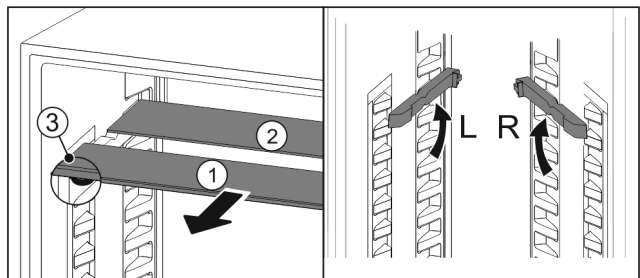

Fig. 173
- ▶ Посуньте Fig. 173 (1) скляну панель вперед.
- ▶ Скляна панель Fig. 173 (1) з декоративною планкою лежить спереду.
- ▶ Стопори Fig. 173 (3) показують вниз.